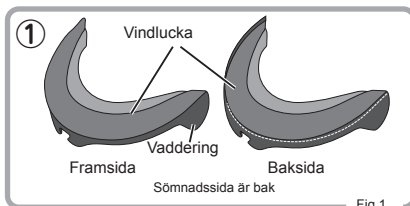

Fig. 1
- 1 Infoga ledkroken vid innervadderingens mitt in i fästskåran på hjälmen som visas i Fig.1. Δ Detta är instruktionerna för fästsättning.
- ① Se fig. 1 och kontrollera framsidan och baksidan på vindlucka.